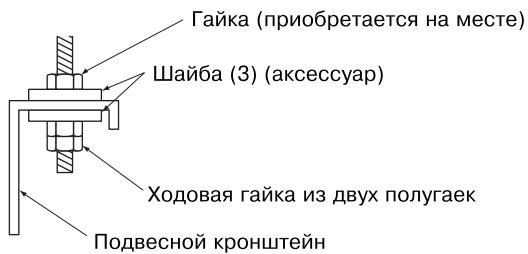

Рис. 9
(1) Прикрепите крюки к рым-болтам. (См. рис. 9)